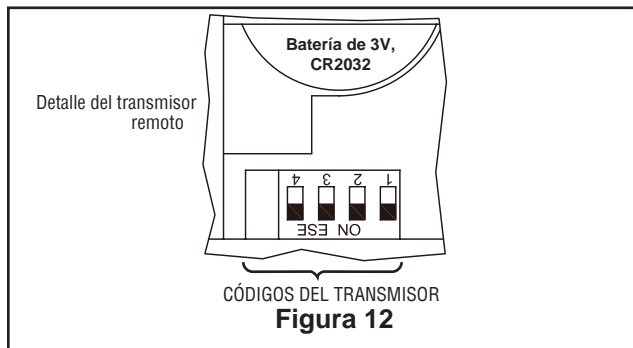

Figura 12
1. Para configurar el código del transmisor, extraiga la carcasa de la batería presionando firmemente debajo de la flecha y deslice la carcasa hasta extraerla. Mueva los interruptores de código hasta colocar el código de selección en la posición arriba o abajo. Los ajustes de fábricas vienen con todos los interruptores hacia arriba. No utilice esta posición. Con un destornillador pequeño o con una lapicera deslice firmemente hacia arriba o hacia abajo. (Figura 12)